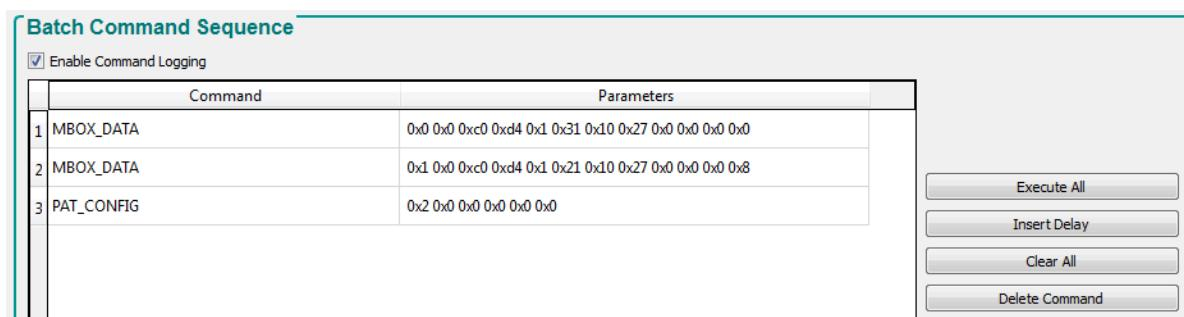
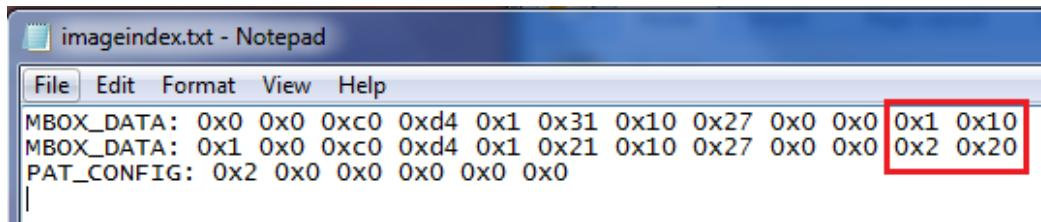

図 3-24. パターン LUT の定義と構成
図 3-25. インデックスとビット位置の更新
10. 図 3-24 に、パターン シーケンスの [Pattern LUT Definition] と [Configuration] が表示されます。
で、どの DLPC900 DMD EVM が使用されるかに応じて、LCR[DMD]_Images\ フォルダに保存されます。図 3-25
17. 2 つのパターンについて、画像のインデックスと画像のビット位置を、図 3-25 に示します。これらの値は、図 3-24 の